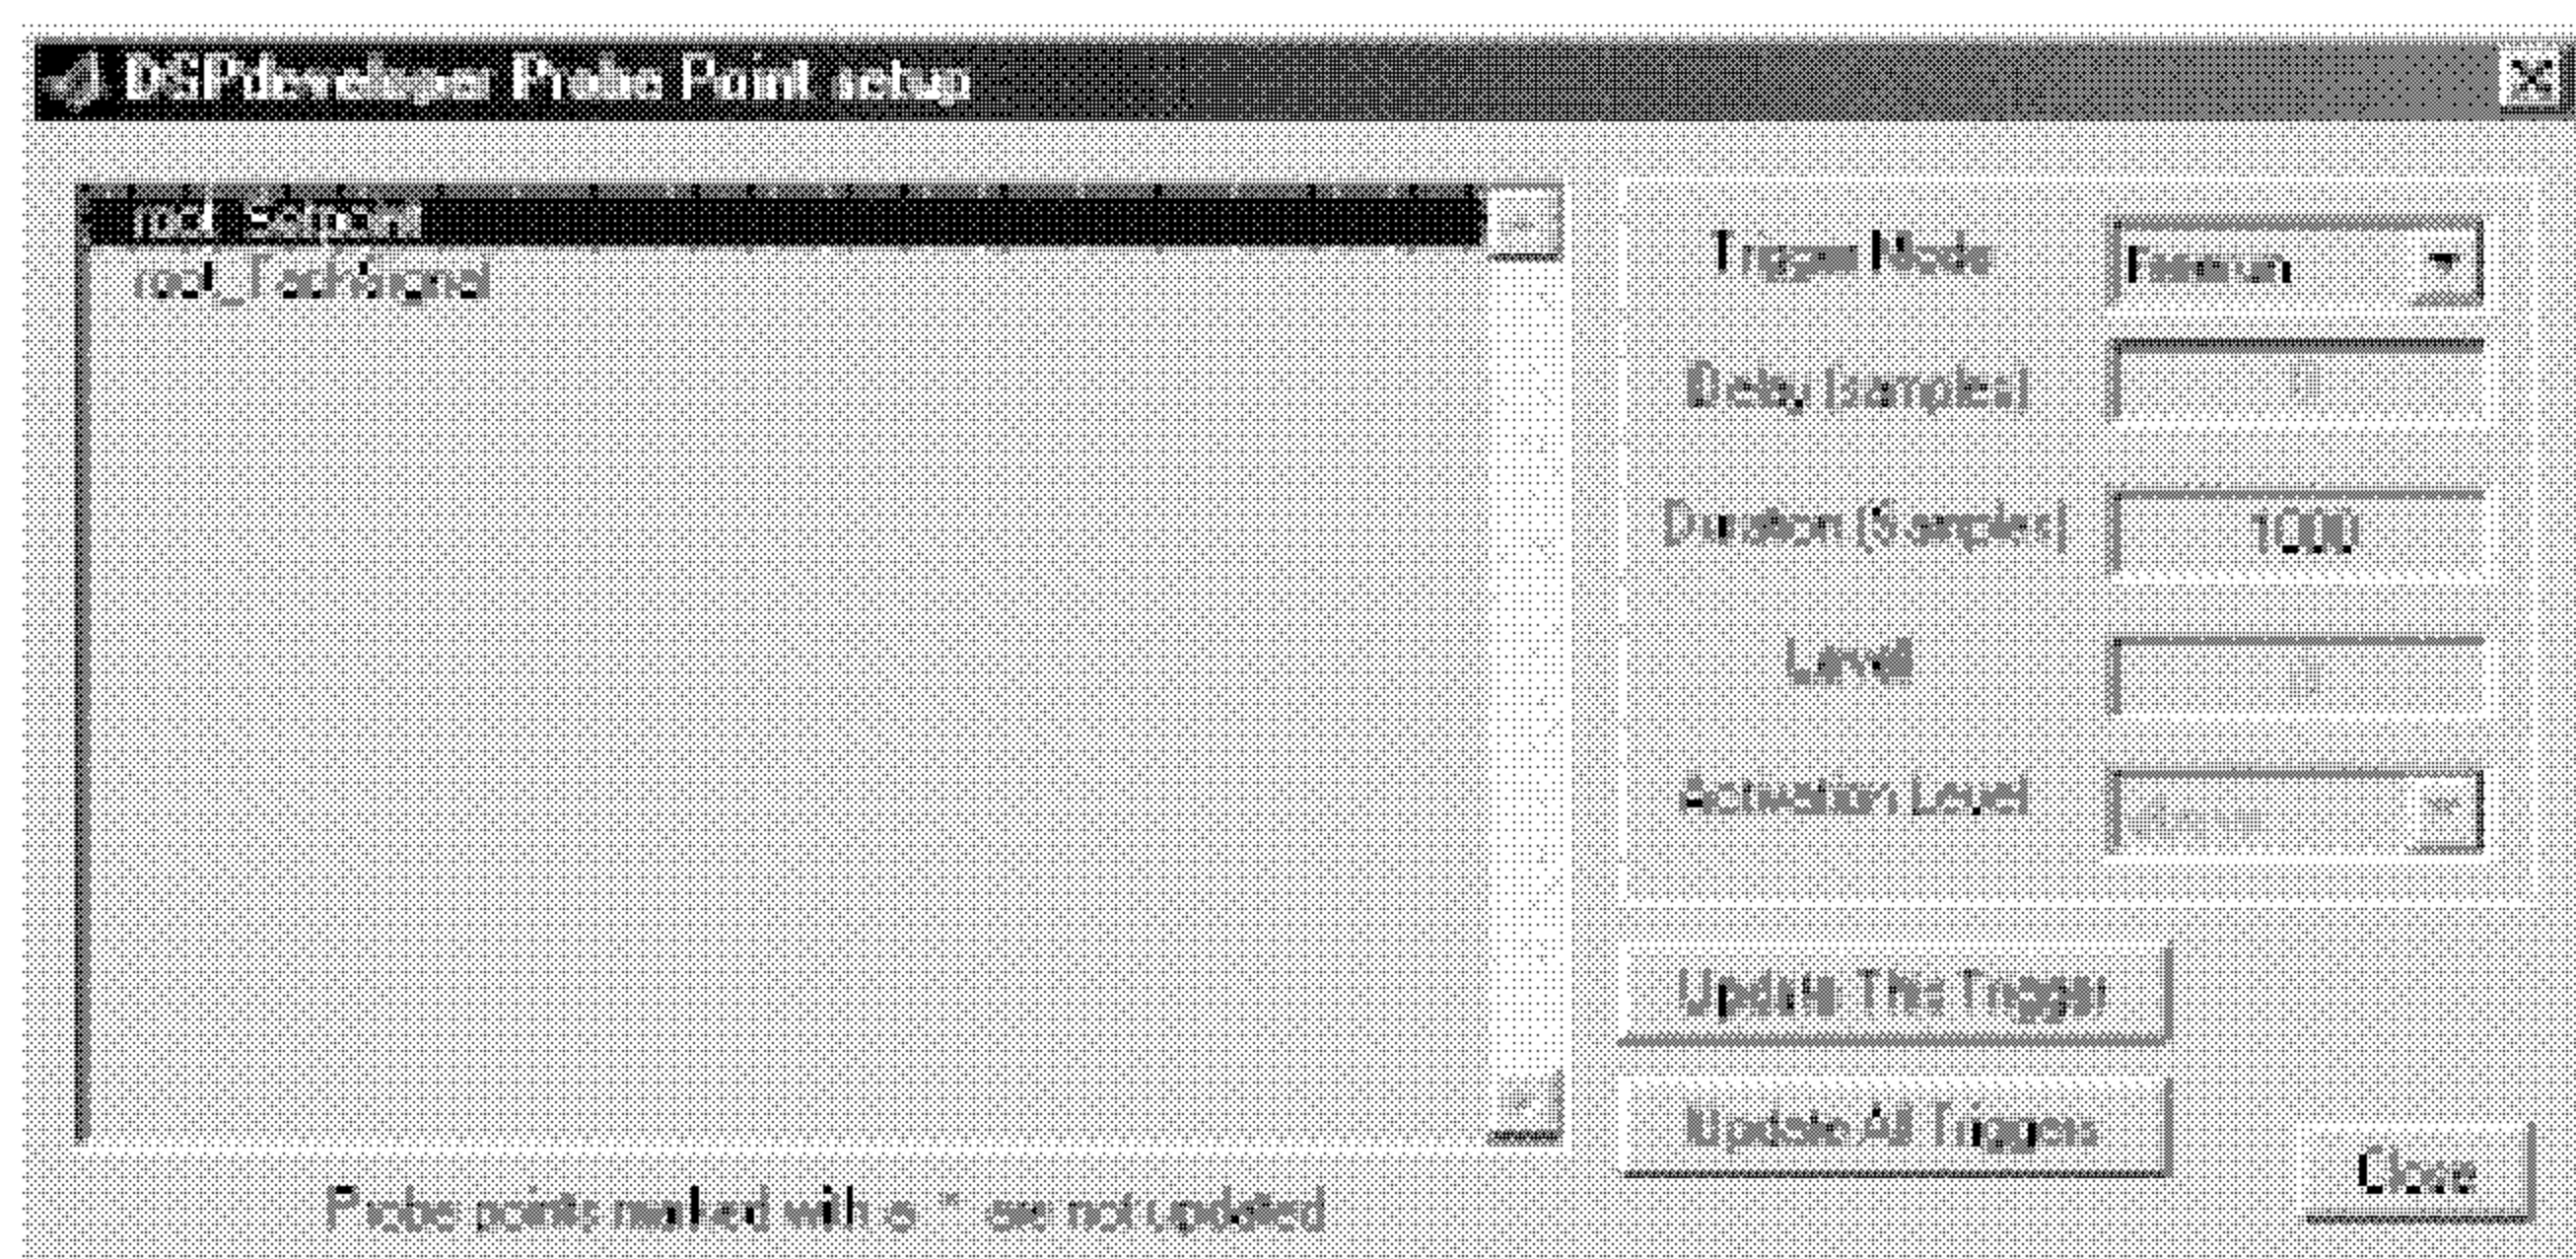

图 7.8 探点设置对话框
(9) 选择好调试目标板后，再点击 DSPdeveloper 控制面板上的 **Connect** 按钮，开始主机与目标板之间的通信。**Status** 栏中会显示连接成功信息。
(10) 向目标板加载程序之前，还需要先复位目标板。点击 **Download** 按钮，选择生成的可执行文件(.dxs)并打开，把可执行文件加载到目标板中。
(11) 设置探点，用图形显示探点收集的运行结果。点击 DSPdeveloper 控制面板上的 Setup Probe Points 按钮，打开探点设置对话框(如图 7.8 所示)，在此对话框中设置探点。